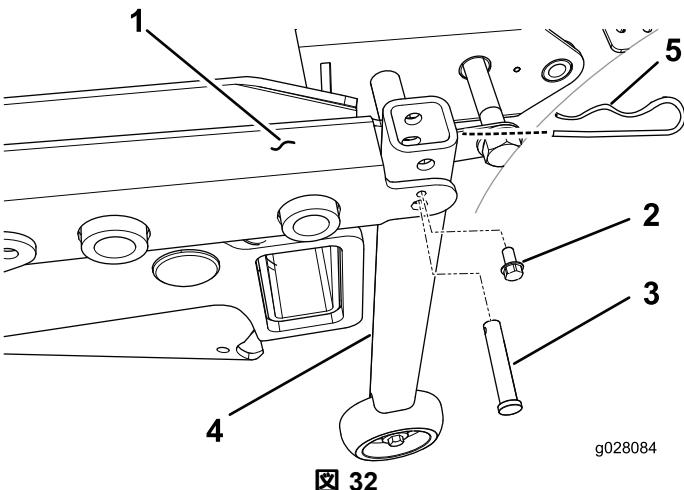

図 32
- シリアル番号が 312999999 よりも若いトラクションユニットでは、デッキフレームの後コーナーそれぞれに垂直チューブサポートアセンブリを取り付けるクレビスピンとタッピングねじ 1/4 インチを使用する 図 32。